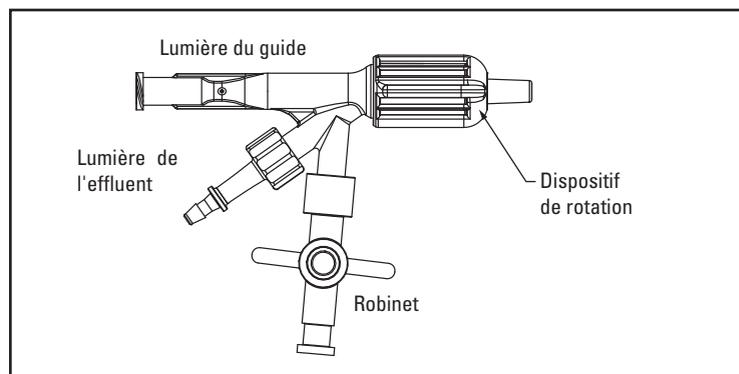

Figure 2. Assemblage du collecteur ZelanteDVT
3. La rotation de l'extrémité du cathéter est contrôlée en tournant le dispositif de rotation situé sur le collecteur (Figure 2).